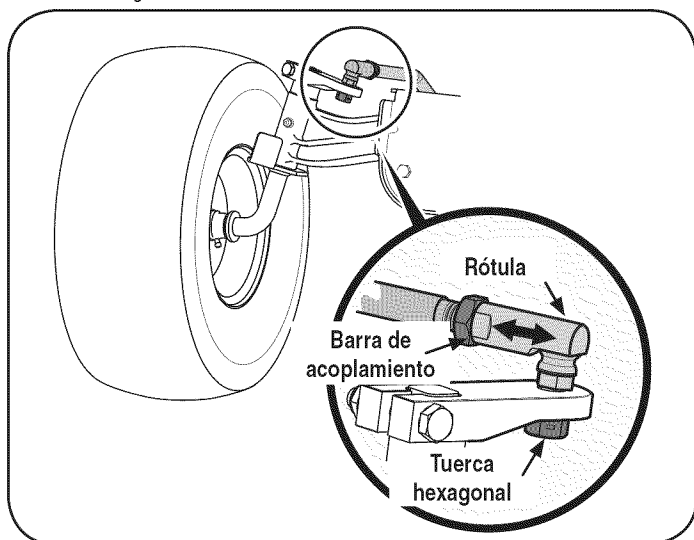

Figura 29
1. Extraiga la tuerca hexagonal de abajo de la junta de la rótula. Vea la Figura 29.